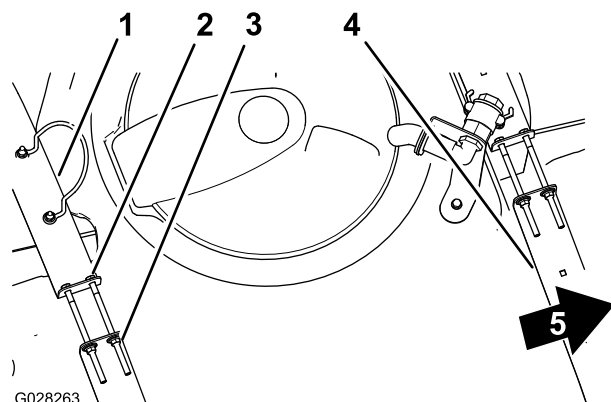

Figura 26
2. Verificai dacă există vreo micare între benzile de fixare a rezervorului i rezervor (Figura 26).
3. Dacă benzile de fixare a rezervorului se potrivesc liber pe rezervor, strângeți contrapiuliile cu guleri i uruburile de la partea superioară a benzilor de fixare până când acestea sunt la același nivel cu suprafața rezervorului (Figura 26).